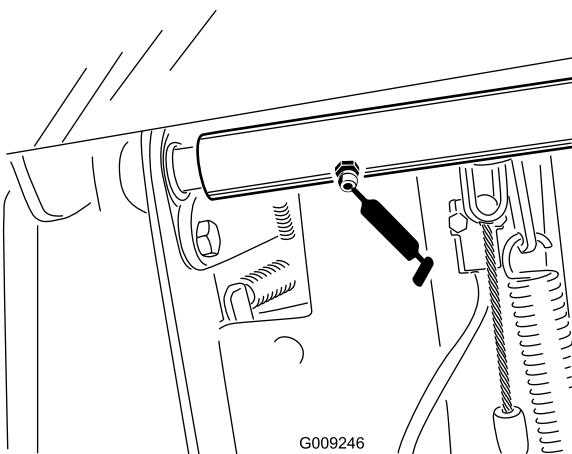

Figura 52
- Cojinetes del pivote del eje de freno (1) (Figura 52)